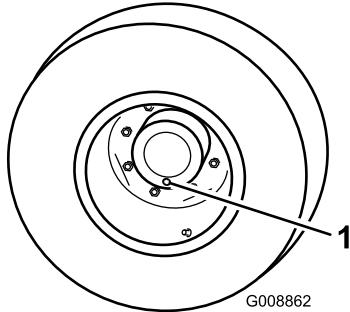

Figure 54
- Placez la machine sur une surface plane et horizontale et tournez une roue de sorte que l'un des bouchons de contrôle se trouve à la position la plus basse (6 heures) (Figure 54).